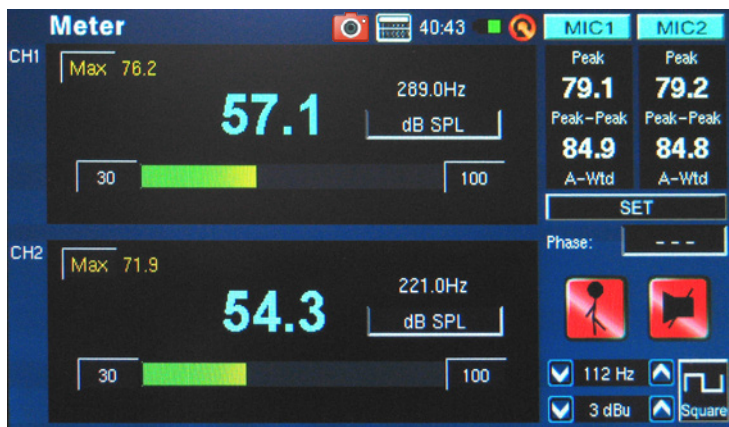

figure 47
4. “OK”をタップしメーター画面に戻ります (図47)。